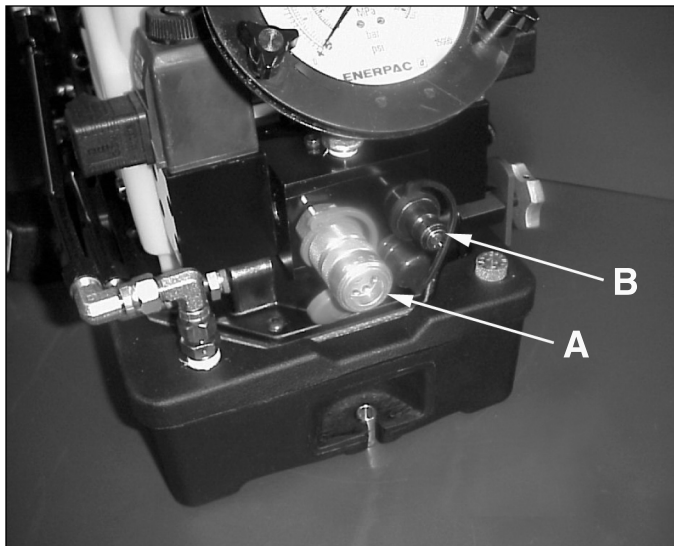

Figura 3 - Salida de la bomba (de doble efecto)
1. Acople las mangueras a las salidas múltiples de la bomba mostradas en la figura 3. ASEGÚRESE de utilizar la manguera marcada con la inscripción "ENERPAC SERIE 800 - 800 BAR/11.600 PSI MÁX". Apriete con la mano los anillos de seguridad acopladores.